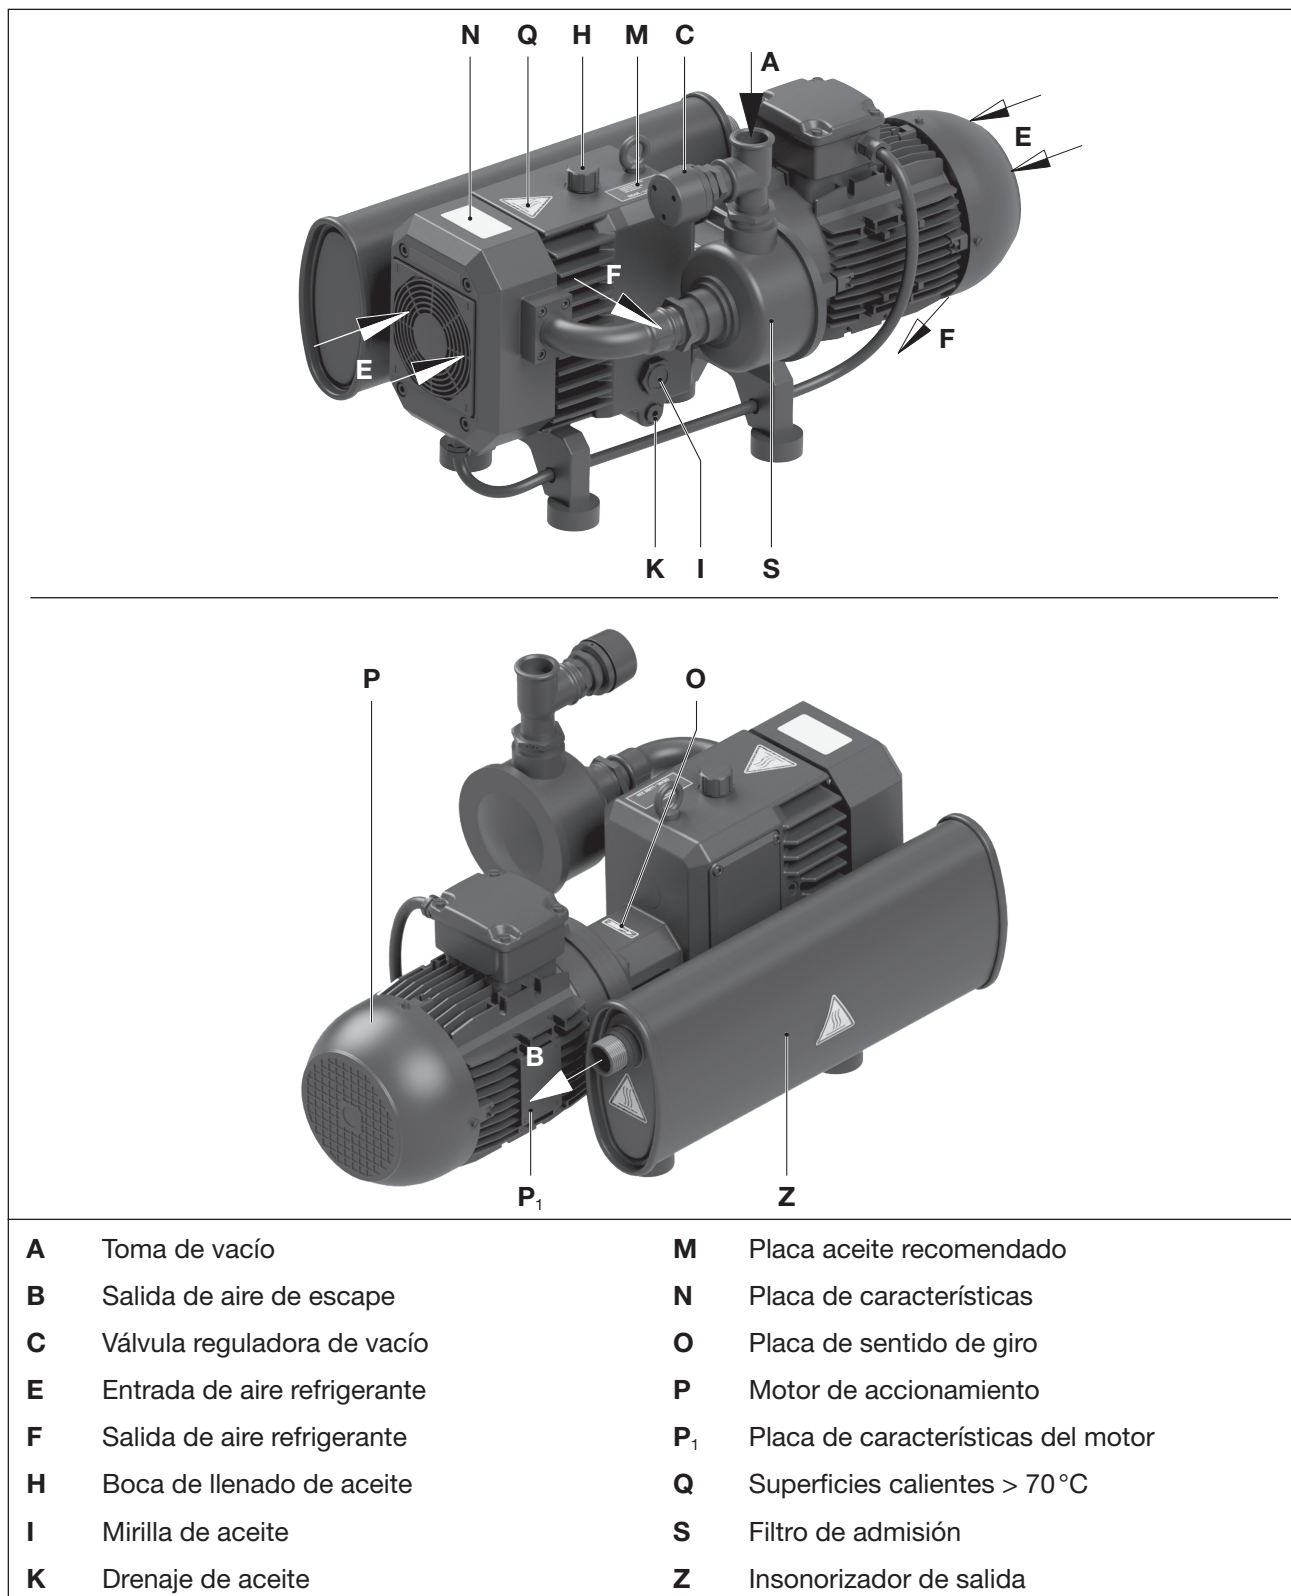
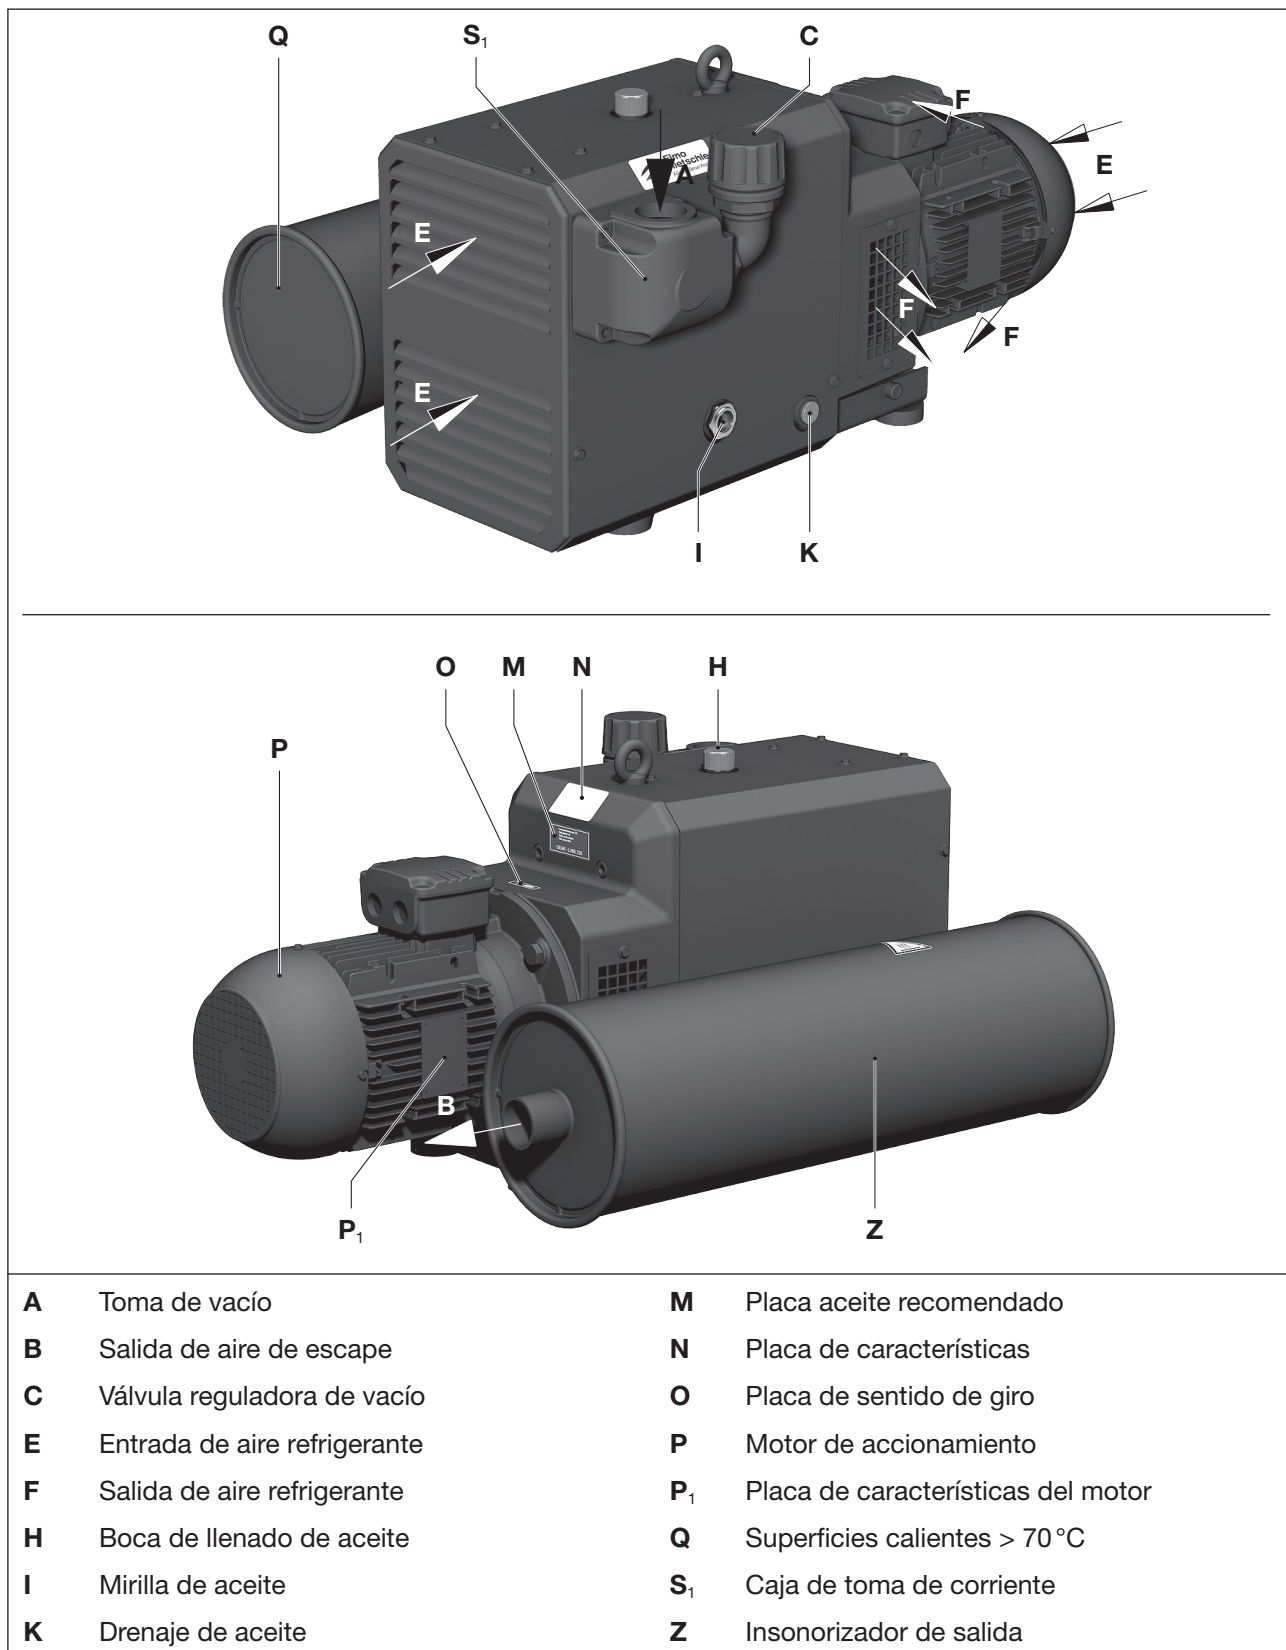
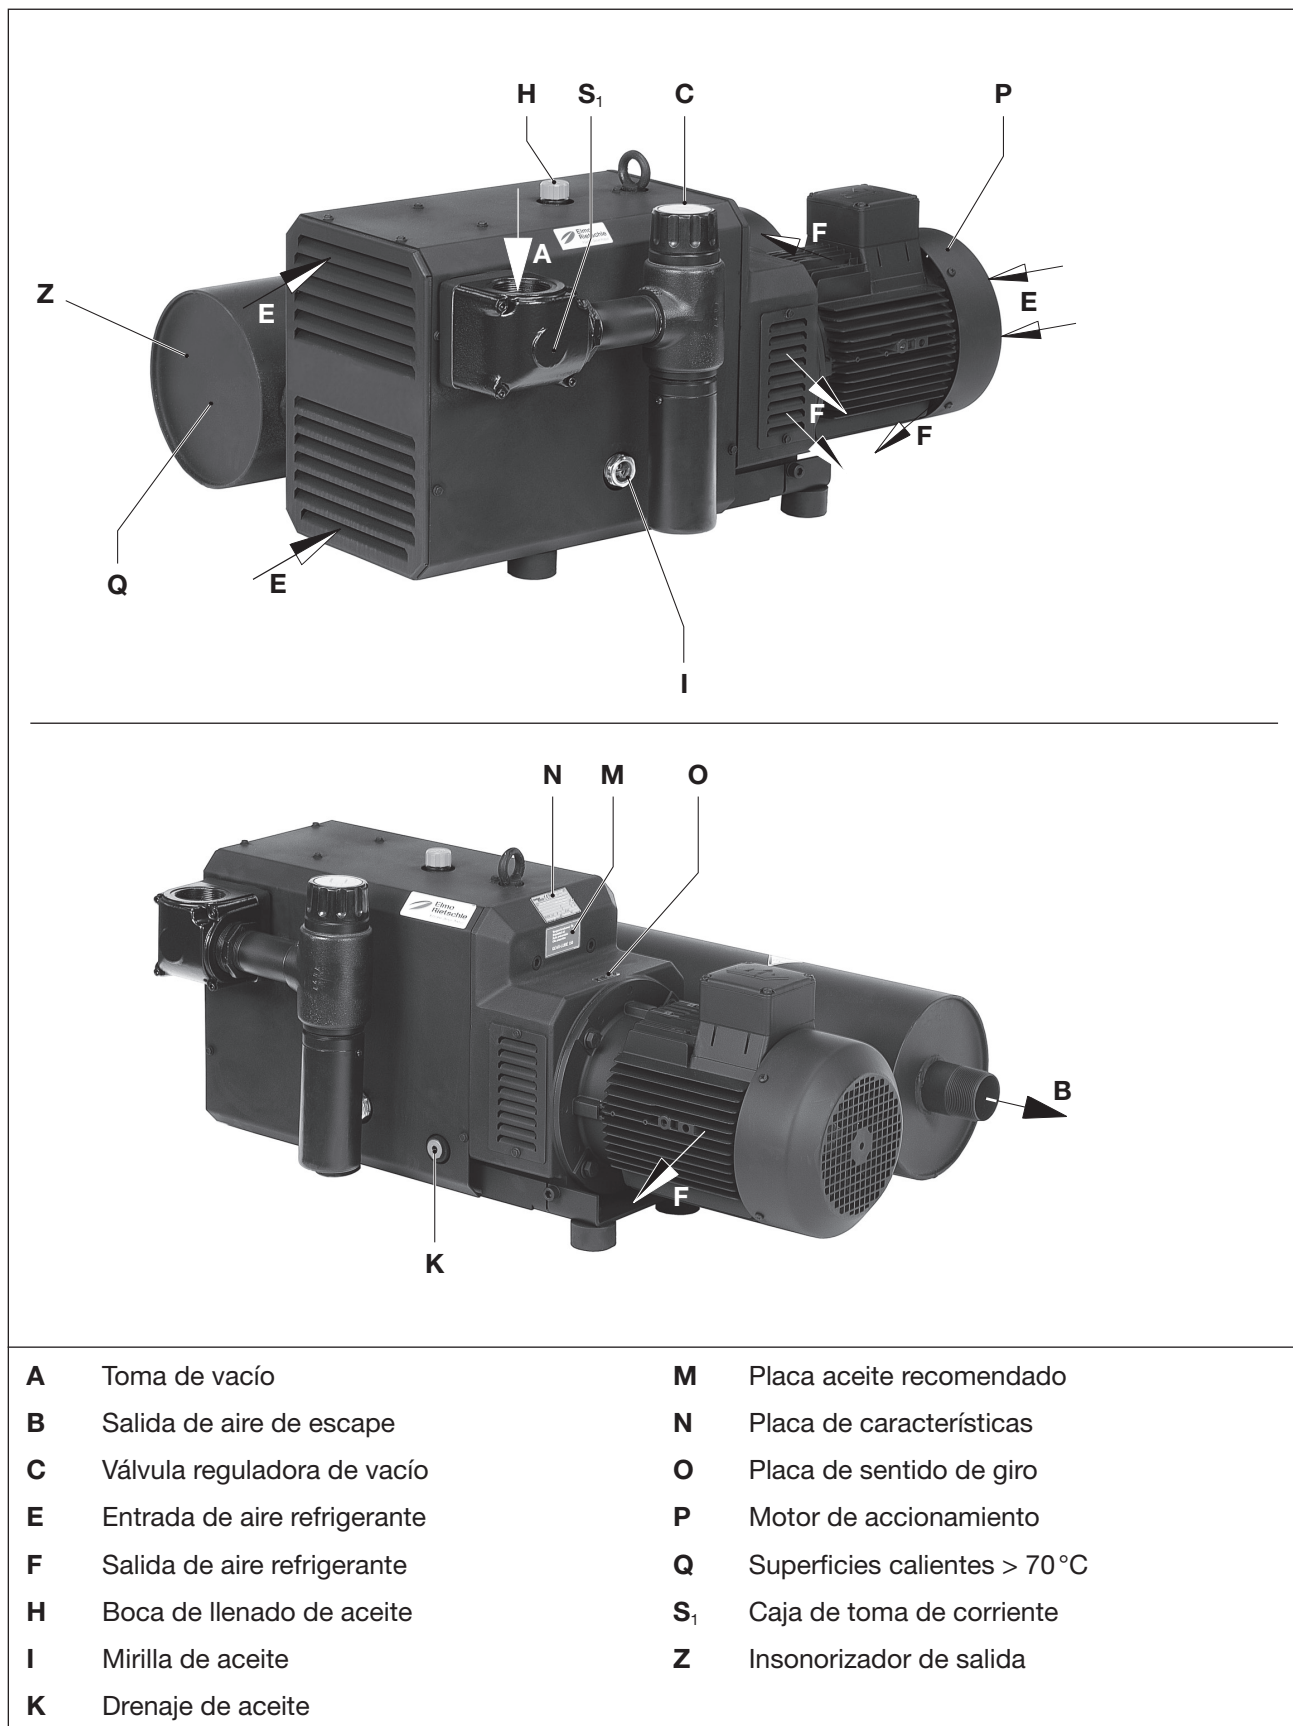

Fig. 2 Bomba de vacío C-VLR 60
Fig. 3 Bomba de vacío C-VLR 100 | 150
Fig. 4 Bomba de vacío C-VLR 251
Una válvula reguladora de vacío (Fig. 2/C a Fig. 4/C) permite el ajuste a un vacío deseado y también sirve como válvula de alivio.
- La boca de llenado de aceite (Fig. 2/H a Fig. 4/H), las mirillas (Fig. 2/I a Fig. 4/I) y los drenajes de aceite (Fig. 2/K a Fig. 4/K) deben ser fácilmente accesibles.
- Para los trabajos de mantenimiento deje una distancia de al menos 40 cm antes del filtro de aspiración (Fig. 2/S) y de la caja de aspiración (Fig. 3/S₁, Fig. 4/S₁).
- Conectar la tubería a la conexión de vacío (Fig. 2/A hasta Fig. 4/A).
- El aire aspirado puede expulsarse a través de la salida de aire de escape (Fig. 2/B hasta Fig. 4/B) en el insonorizador (Fig. 2/Z hasta Fig. 4/Z) o retirarse mediante una manguera o una tubería.
El ajuste del vacío se puede realizar girando el botón regulador (Fig. 2/C hasta Fig. 4/C) conforme al símbolo indicado en el botón giratorio.